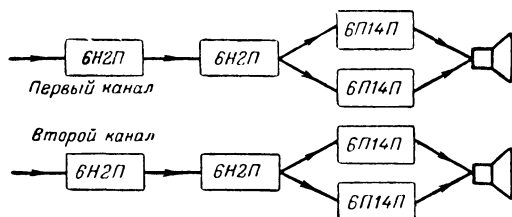

Рис. 11. Блок-схема высококачественного стереофонического усилителя.
**Схема.** Блок-схема усилителя представлена на рис. 11. Первая лампа 6Н2П в каждом канале используется как двухкаскадный усилитель напряжения. В третьем, фазоинверсном каскаде применена вторая лампа 6Н2П. Четвертый, оконечный двухтактный каскад собран на двух лампах 6П14П.